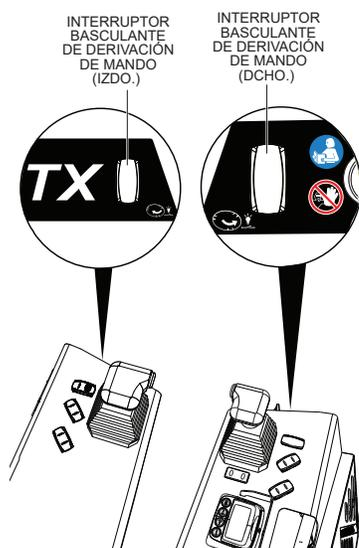

Figura 61. Interruptor basculante de derivación del mando
- Para instalar las aspas de acabado restantes, gire los rotores oprimiendo sin soltar el interruptor basculante de derivación del mando derecho o izquierdo (Figura 61) y pisando el pedal.